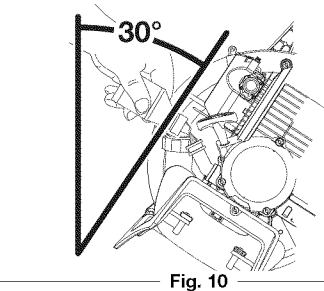

Fig. 10
- Incline el unidad 30° (Fig. 10).
- Vierta todo el contenido de la botella de aceite en el cigüeñal (Fig. 10).
NOTA: No hay necesidad de encender la unidad. El Control de Parada Arranque y Apagado está en la posición Arranque (I), en todo momento (Fig. 10).